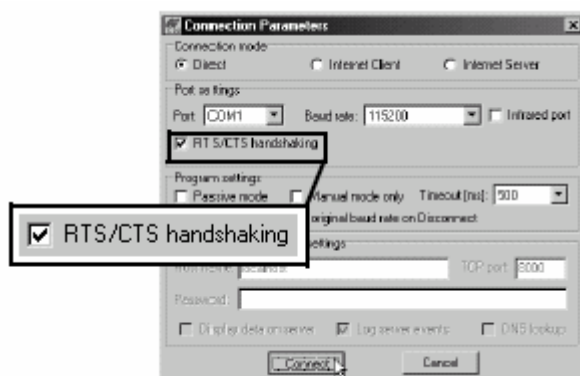

Figura 2-16. Parámetros de conexión. Configuración de la interfaz MINTER
2. En la caja de diálogo **Parámetros de Conexión**, marque la casilla *Sincronización RTS/CTS* (Figura 2-16).